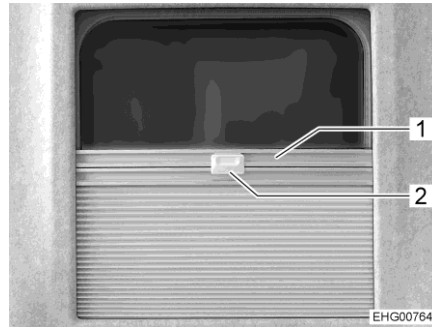

Fig. 22 Dispositif occultant plissé et moustiquaire
- Saisir la poignée (Fig. 22,2) par le milieu et la tirer avec précaution vers le bas/haut. Le dispositif occultant plissé reste alors dans n'importe quelle position.
- Saisir la poignée (Fig. 22,1) par le milieu et la tirer avec précaution vers le bas/haut.
- Accrocher la moustiquaire à la poignée (Fig. 22,2) du dispositif occultant afin qu'elle ne remonte pas.